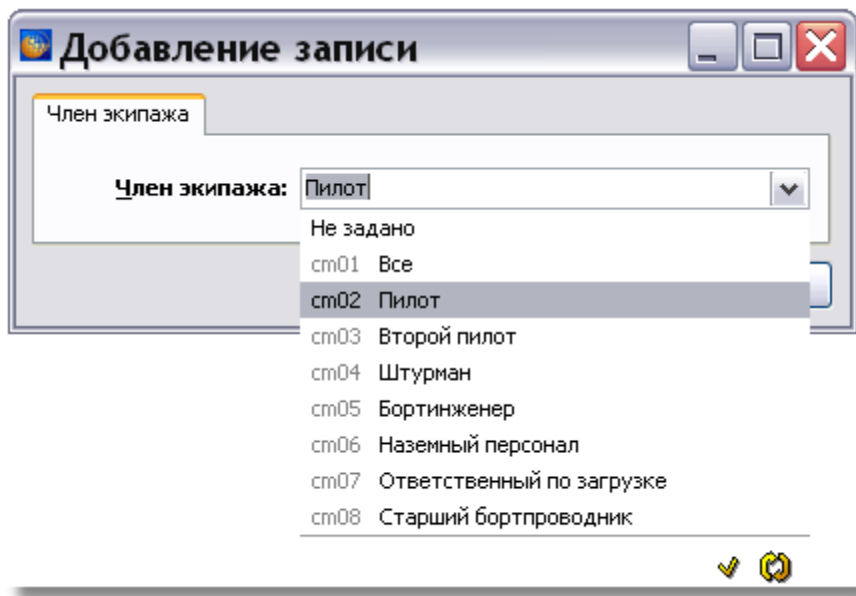

Рис. 13.21
14. В окне **Значение** указываются члены экипажа, необходимые для выполнения действия. Для добавления члена экипажа нажмите на кнопку **Добавить**  в правой части окна. После этого появится окно **Добавление записи** (Рис. 13.21). В поле **Член экипажа** выберите из выпадающего списка должность члена экипажа, который осуществляет действие, например «пилот» (Рис. 13.21).